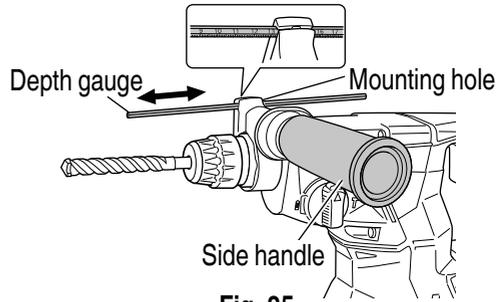

Fig. 25
7. Using depth gauge (Fig. 25)